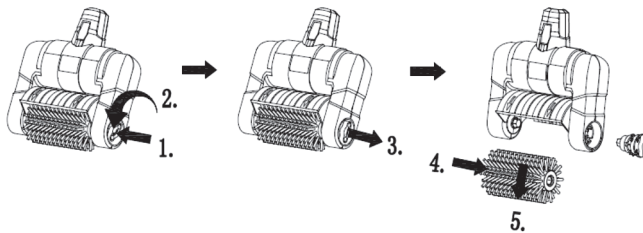

Fig. 3
A. Démontez la brosse rotative en plastique (12), reportez-vous à la Fig. 3.